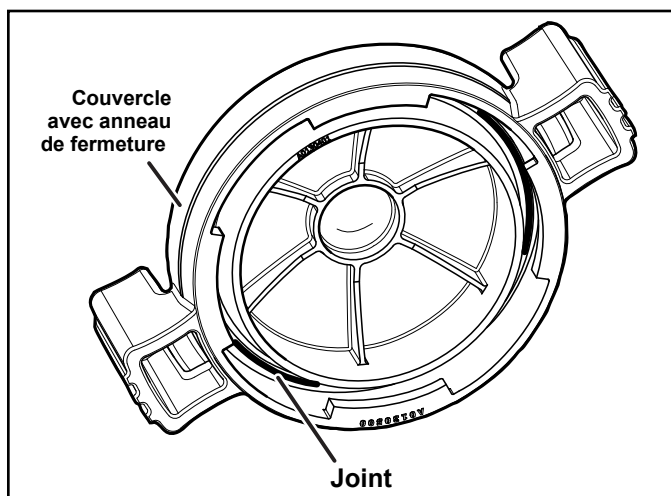

Figure 15. Joint torique dans l'ensemble couvercle
4. En suivant les inscriptions sur l'anneau de fermeture, tourner l'anneau selon le sens antihoraire jusqu'à ce que le repère « START » s'aligne sur les ports. Voir les figures 15 et 16.